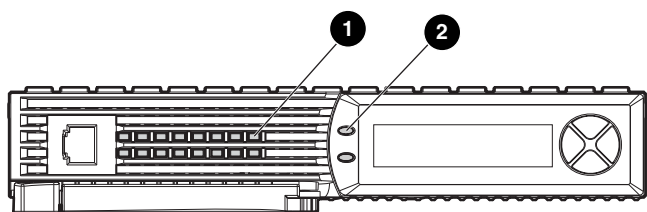

Figura 1: Indicatori del controller
- Controllare il LED di errore del controller (Figura 1, ②). Il LED acceso potrebbe indicare un guasto. Controllare che sul display LCD non sia visualizzato uno dei messaggi di errore riportati nella Tabella 1.
- Controllare il LED di impulso inattivo del controller (Figura 1, ①). Il LED spento o acceso in modo fisso (non lampeggiante) indica che si è verificato un guasto.
- Controllare il LED di impulso attivo del controller (Figura 1, ❶) per assicurarsi che sia acceso o lampeggiante.
- Controllare il LED di guasto del controller (Figura 1, ❷) per assicurarsi che sia spento. È possibile che il LED rimanga acceso a causa di messaggi non letti presenti nel registro degli errori. Assicurarsi di cancellare tutti i messaggi ai quali è stata fornita una risposta.